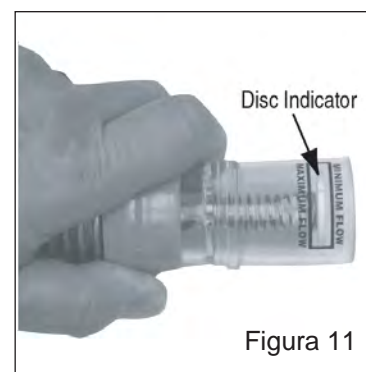

Figura 11
4. Gire la perilla de ajuste de la válvula reguladora en el sentido de las manecillas del reloj para aumentar el flujo, o en sentido contrario al de las manecillas del reloj para disminuir el flujo, hasta que el indicador de disco del medidor de caudal quede entre el caudal "Máximo" y "Mínimo". Véase la **Figura 11**.